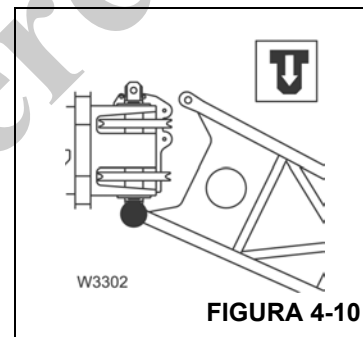

FIGURA 4-10
4. Eleve a extensão de duas seções na frente da lança principal com o guindaste auxiliar e trave a seção de 33 pés (10,1 m) à direita da cabeça da lança principal (Figura 4-10).